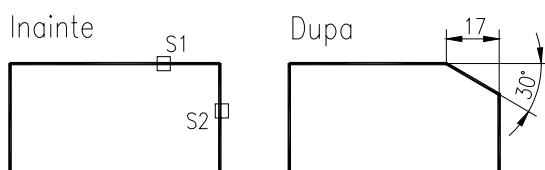

Fig. U6.6
2. Teșire cu distanță și unghi date (Fig. U6.6).